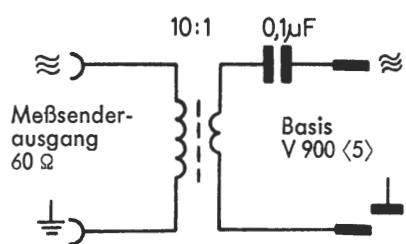

Fig. 14
2. Beim FM-ZF-Abgleich auf der ZF-Platte muß der Meßsenderausgang über einen Trenntrafo angeschlossen werden, Fig. 14. Das Verhältnis Primärwindungszahl zu Sekundärwindungszahl soll 20 : 2 Windungen betragen. Es darf keine galvanische Verbindung zwischen Meßsendererde und Empfängermasse bestehen. Die Verbindung zu L 800 muß abgetrennt werden. Hochohmiges Voltmeter $R_i \geq 50 \text{ k}\Omega/\text{V}$ parallel zu C 931/C 932 anschließen. Die Spannung soll etwa 0,5 V betragen, (6) Fig. 2.
2. For FM-IF alignment on the IF board the signal generator output must be connected via an isolating transformer, fig. 14. The proportion of the number of primary windings and the number of secondary windings must be 20 : 2. A galvanic connection between signal generator ground and receiver ground must be avoided. Remove the connection to L 800. Connect a voltmeter $R_i \geq 50 \text{ k}\Omega/\text{V}$ parallel to C 931/C 932. The voltage shall amount to about 0.5 volts, (6) fig. 2.
mit Trafo/with transformer 10 : 1 Fig. 14